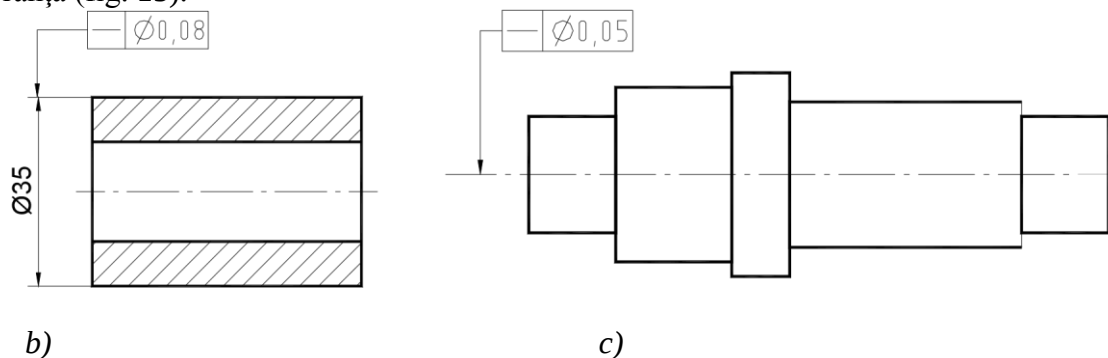

Fig. 14
- linia de contur sau o linie ajutătoare, dar nu în dreptul linii de cotă, dacă toleranța se referă la suprafața respectivă (fig.14-a);
- pe linia ajutătoare, în prelungirea liniei de cotă, dacă toleranța se referă la axa de simetrie sau la planul de simetrie al piesei (fig. 14-b);
- pe axă, dacă toleranța se referă la axa (planul de simetrie) al tuturor elementelor care admit această axă (plan de simetrie) (fig.14-c).
Când toleranța unui element este indicată în raport cu o bază de referință, aceasta se identifică printr-o literă de referință, care se repetă și în Fig. 14-a cadrul de toleranță (fig. 15).